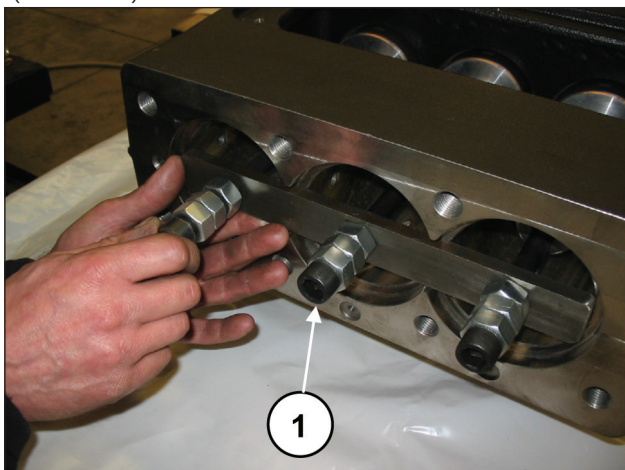
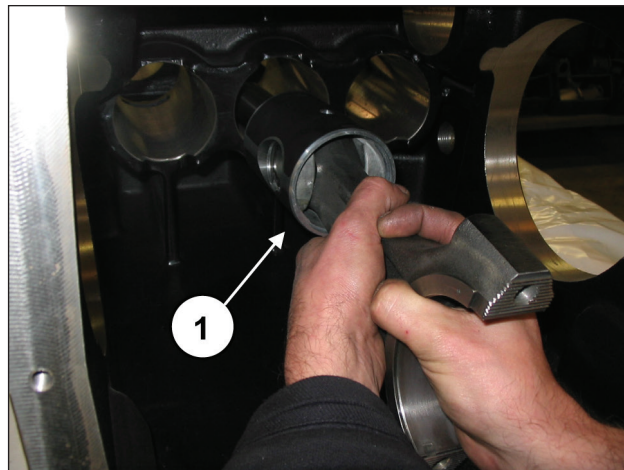
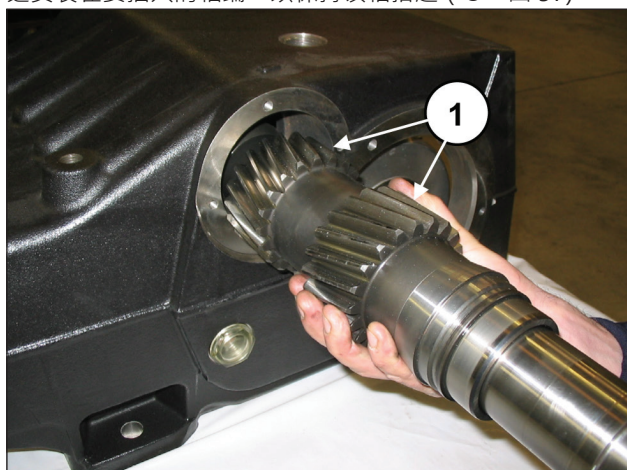

图 41
图 42
图 56
拧松工具（代码27566200）的螺栓以松开连杆（①·图 41），接着从泵壳后方开口处抽出连杆/柱塞导承组件（①·图 42）。
确保泵壳已彻底清洁后，将半连杆/柱塞导承组件插入泵壳管内(①·图 42)。
锁定三个组件，可利用代码为27566200的工具(①·图 41)。将曲轴通过泵壳的后开口插入并靠放在底部。
拆除用于锁定连杆的工具，其代码为27566200 的工具(①·图 41)，并将连杆向后滑，直至与曲轴接触。将预装好的动力输出轴插入泵壳内(①·图 56)，从预装轴承外环和轴承润滑衬套的另一侧插入。
动力输出轴在泵壳的插入必须令齿如图 56所示定向。